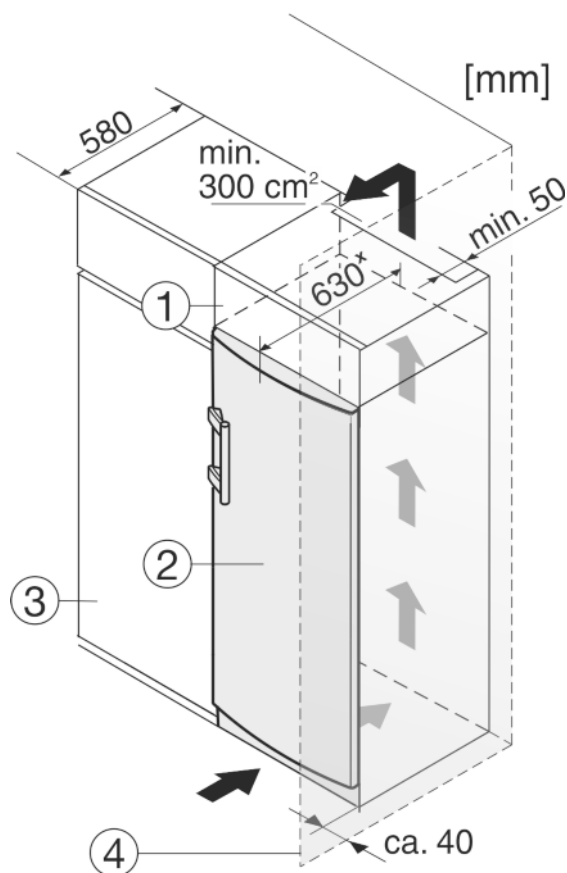

Fig. 9
- (1) Дополнительный шкафчик
- (2) Устройство
- (3) Кухонный шкаф
- (4) Стенка
Устройство может быть окружено предметами кухонной обстановки. Чтобы уравнивать устройство Fig. 9 (2) по высоте с кухонной стенкой, можно установить над устройством соответствующий дополнительный шкафчик Fig. 9 (1).
При комбинировании с кухонными шкафами (глубина макс. 580 мм) устройство можно установить непосредственно рядом с кухонным шкафом Fig. 9 (3). Устройство выступает сбоку на 34 мм* и по центру на 50 мм* относительно передней стенки кухонного шкафа.
Если устройство установлено на шарнирах у стены *Fig. 9 (4)*, то расстояние между устройством и стеной должно быть не менее 40 мм. Настолько выступает ручка при открытой дверце.